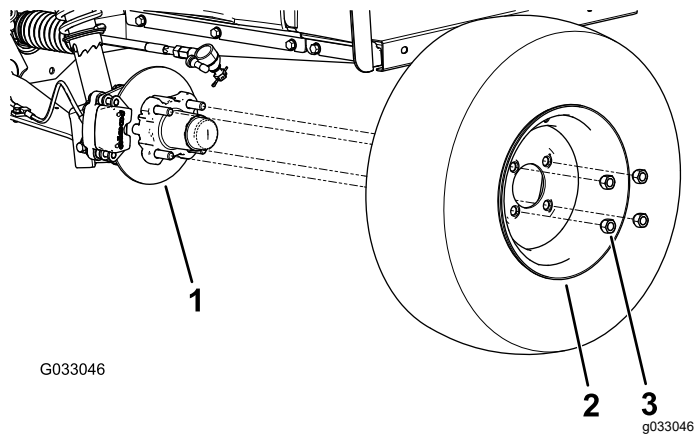

图 22
2. 卸下将车轮固定到轮毂上的4个车轮螺母图22。
4. 将车轮中的孔与轮毂中的螺栓对齐并将车轮安装到轮毂上阀杆向外图 22。
5. 使用车轮螺母将车轮固定到轮毂上图 22。